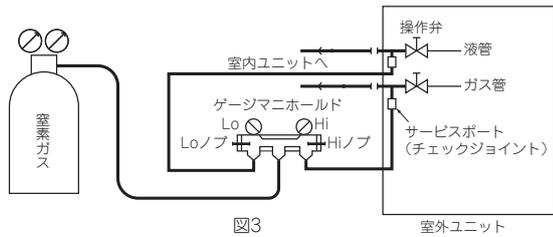

図3
(1) 気密試験
- ① 室外ユニット本体の気密試験は弊社にて実施済ですが、配管接続後、接続配管および室内ユニットの気密試験を室外ユニット側の操作弁のチェックジョイントより行ってください。尚、**操作弁は必ず閉のまま**にして実施してください。
- ② 気密試験は、窒素ガスで機器の設計圧力まで、冷媒配管内を下記の要領で加圧して行うため、図3を参考にして器具類を接続してください。気密試験時に機器を運転しないでください。加圧ガスには塩素系冷媒及び酸素や可燃ガスなどは絶対に使用しないでください。**操作弁は閉じたま**です。絶対に開かないでください。**必ず液管、ガス管すべて加圧**してください。ろう付後、配管温度が下がらないうちに加圧すると、冷却後に減圧するので注意してください。
- ③ 加圧要領は以下の通り一度に設計圧力までしないで、徐々に行ってください。
- ④ 気密試験後の真空引きを必ず実施ください。